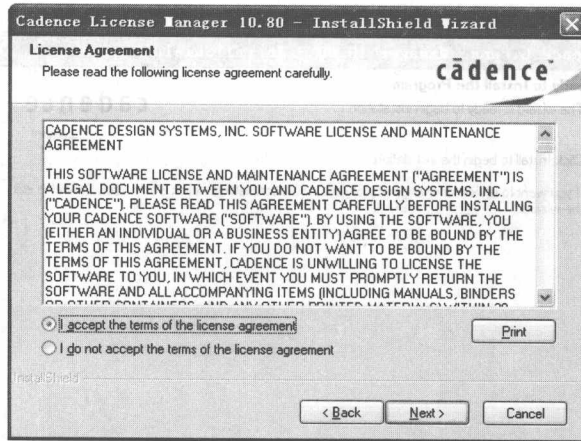
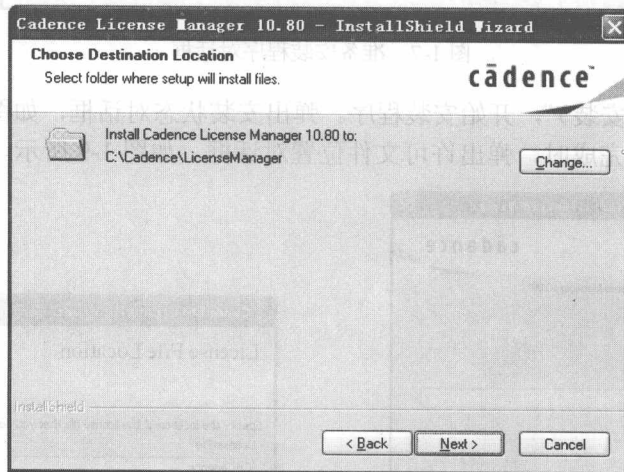

图 1-4 许可协议对话框
图 1-5 目标位置对话框
③ 点击 按钮, 弹出许可协议对话框。如图 1-4 所示。
④ 在许可协议对话框上选择“I accept terms of the license agreement”选项“接受许可协议”。
⑤ 点击 按钮, 继续进行安装进程, 选择目标位置对话框。如图 1-5 所示。